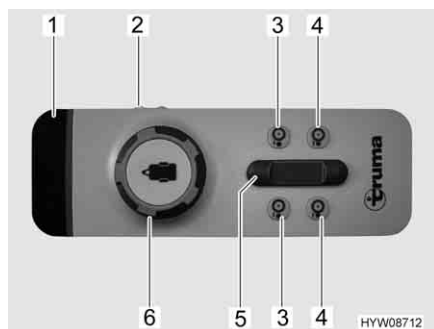

Fig. 10 Telecomando
Il veicolo viene comandato tramite un pomello girevole e un regolatore a scorrimento posizionati sul telecomando (Fig. 10). La seguente tabella descrive la funzione dei singoli elementi di comando/indicazione:
- Spostare l'interruttore a scorrimento (Fig. 10,2) del telecomando su "ON". Il LED verde 4 (Fig. 10,2) lampeggia per circa 5 secondi, quindi rimane acceso. Il sistema di manovra è ora pronto all'uso.
- Su entrambi i lati, avvicinare i rulli di trasmissione alle ruote, premendo contemporaneamente gli appositi tasti (Fig. 10,4) per circa 3 secondi.
- Spostare il veicolo nella posizione desiderata tramite il pomello girevole (Fig. 10,6) e il regolatore a scorrimento (Fig. 10,5). Il veicolo viene movimentato e frenato senza problemi.
- Sui due lati, ruotare i rulli di trasmissione retraendoli dai pneumatici. A tale scopo, premere gli appositi tasti (Fig. 10,3) per circa 3 secondi.
- Spostare l'interruttore a scorrimento (Fig. 10,2) del telecomando su "OFF".